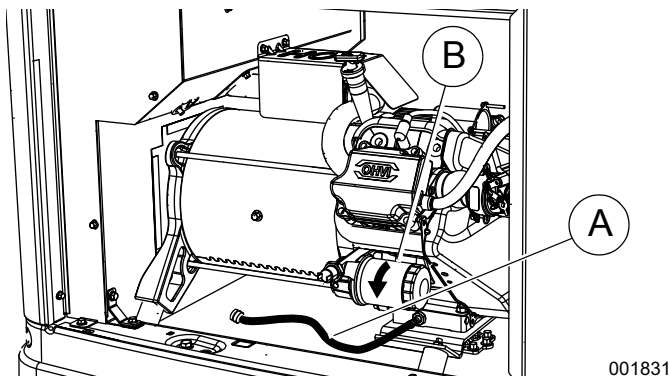
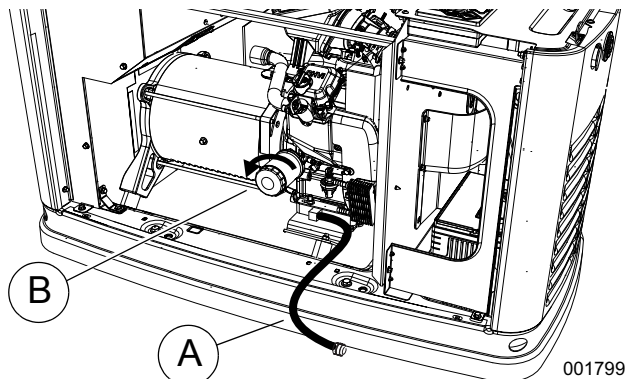

Figure 4-2. Emplacement du filtre à huile et du tuyau de vidange (9 kW)
Figure 4-3. Emplacement du filtre à huile et du tuyau de vidange (11 à 22 kW)
2. Voir la Figure 4-2 ou la Figure 4-3. Quelques minutes après l'arrêt du moteur, lorsqu'il a légèrement refroidi, soulevez le couvercle et retirez le panneau avant. Dégagez le tuyau de vidange d'huile (A) en le libérant de sa pince de fixation. Retirez le bouchon du tuyau et vidangez l'huile dans un récipient approprié.